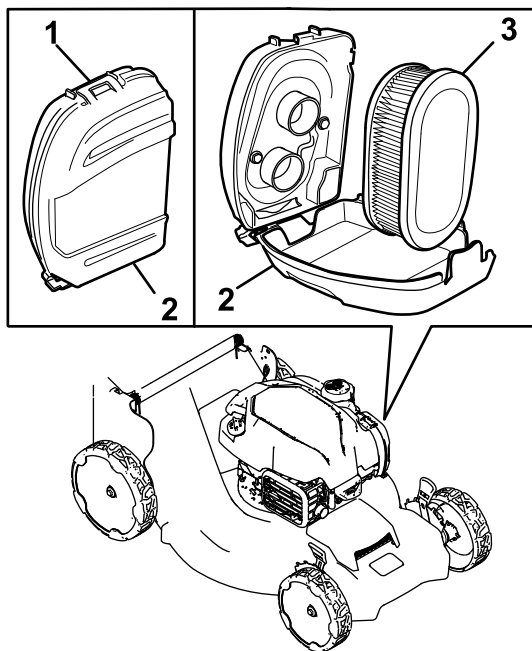

Figura 22
1. Sbloccate la parte superiore del coperchio del filtro dell'aria (Figura 22).
2. Rimuovete il filtro (Figura 22).